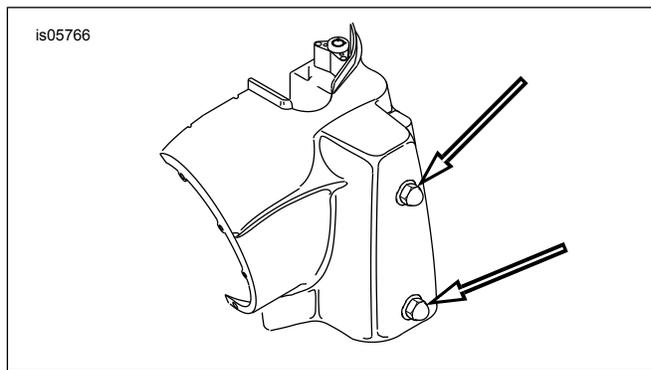

Figura 9. Fechos do Compartimento do Farol Dianteiro (Modelos FLHR)
3. Ver Figura 9 . Desaperte as duas porcas cegas utilizadas para fixar a metade esquerda do compartimento do farol (ver as setas). Repita o procedimento para a metade da direita do compartimento do farol.